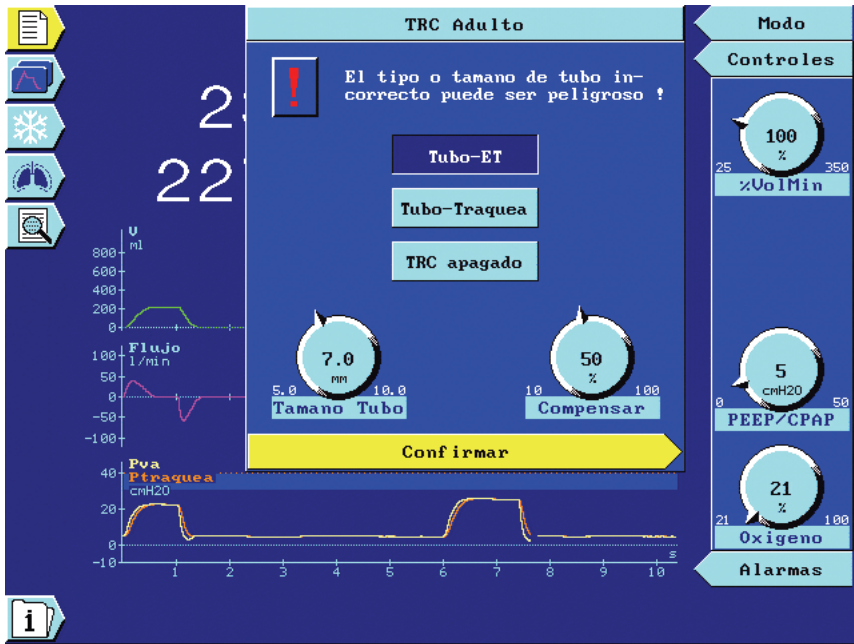

Figura 4-4. Ventana TRC
1. En la ventana **Otros**, abra la ventana **TRC** (Figura 4-4).